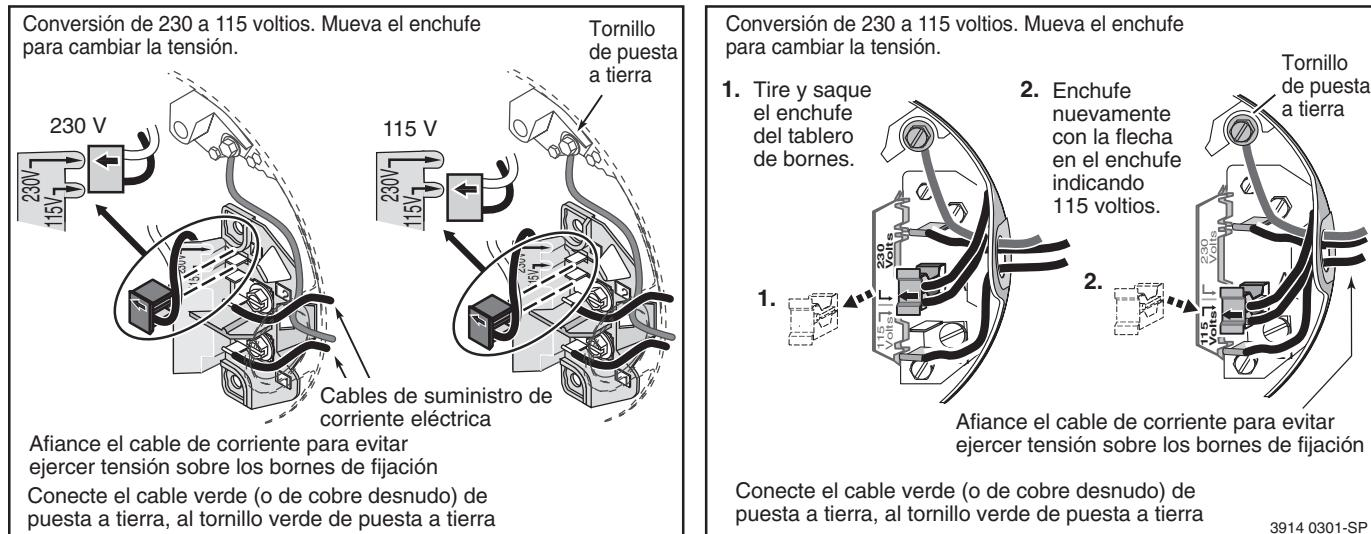

Figura 3 - Diagrama de cableado monofásico de doble tensión 115/230 V
- Paso 7. Conecte los conductores que llevan la corriente a los bornes L1 y L2 bajo el techo del motor. Cuando cambie el motor, inspeccione el diagrama de cableado en la placa de fábrica del motor contra la Figura 3. Si el diagrama de cableado del motor no corresponde a ninguno de los diagramas en la Figura 3, siga el diagrama en el motor.
- IMPORTANTE:** Los modelos monofásicos de 115/230 voltios se despachan de fábrica con el motor cableado para 230 voltios. Si el suministro de corriente es de 115 voltios, saque el techo del motor y vuelva a conectarlo según se ilustra en la Figura 3. No trate de hacer marchar el motor en el estado que se recibió, si la corriente es de 115 voltios.